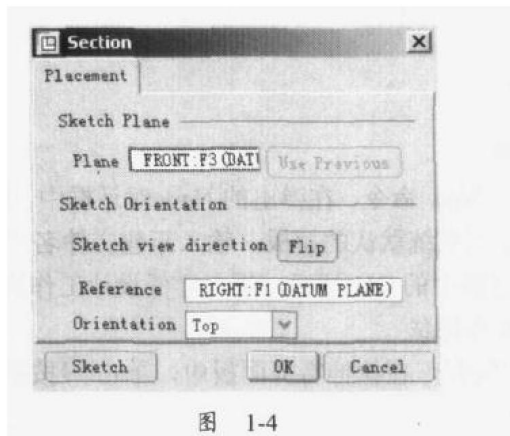

图 1-4
- (1) 进入零件设计模式, 单击菜单 **Insert**→**Extrude** 命令, 或直接单击拉伸工具按钮 .
- (2) 在弹出的拉伸特征面板中单击  按钮, 以建立曲面拉伸特征, 然后单击草绘截面按钮 .
- (3) 系统显示 **Section** 对话框, 如图 1-4 所示。该对话框中显示指定的草绘面、参考平面、视图方向等内容。